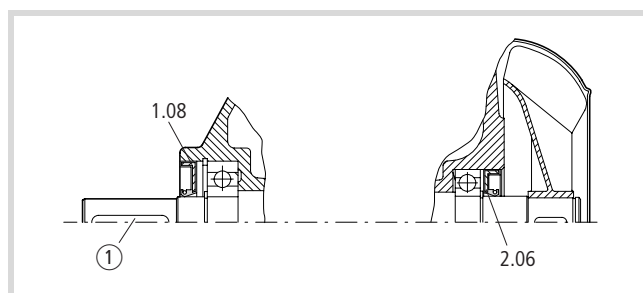

Figure 28 : Joint d'arbre
- ▶ Insérez les joints d'arbre AV (1.08) et AR (2.06) dans la carcasse comme décrit ci-dessous (→ fig. 28) :
- ▶ Placez les clavettes ① dans le bout d'arbre côté entraînement tout en soutenant l'arbre.